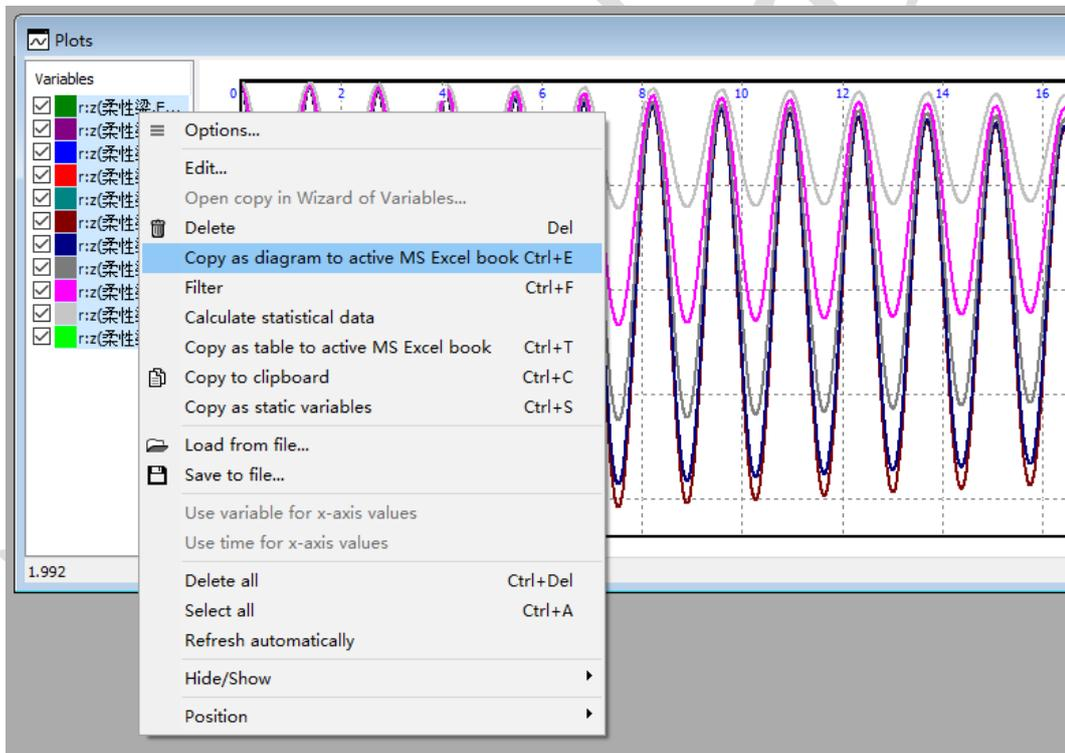

图 2-123
- 10) 在绘图窗口左侧列表框选所有曲线, 点**右键**, 可以选择输出数据至记事本或 MS Excel 表格, 如图 2-123。